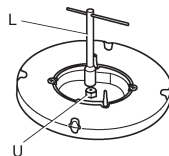

Fig.8
- Avec une clé droite L, dévisser l'injecteur U (fig.8) et la remplacer par la injecteurs adéquate.